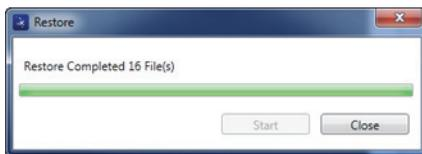

Рис. 6-36 Диалоговое окно **Restore** (Восстановление данных)
6. После завершения операции восстановления данных нажмите **Close** [Закреть] (см. Рис. 6-36 на стр. 352).